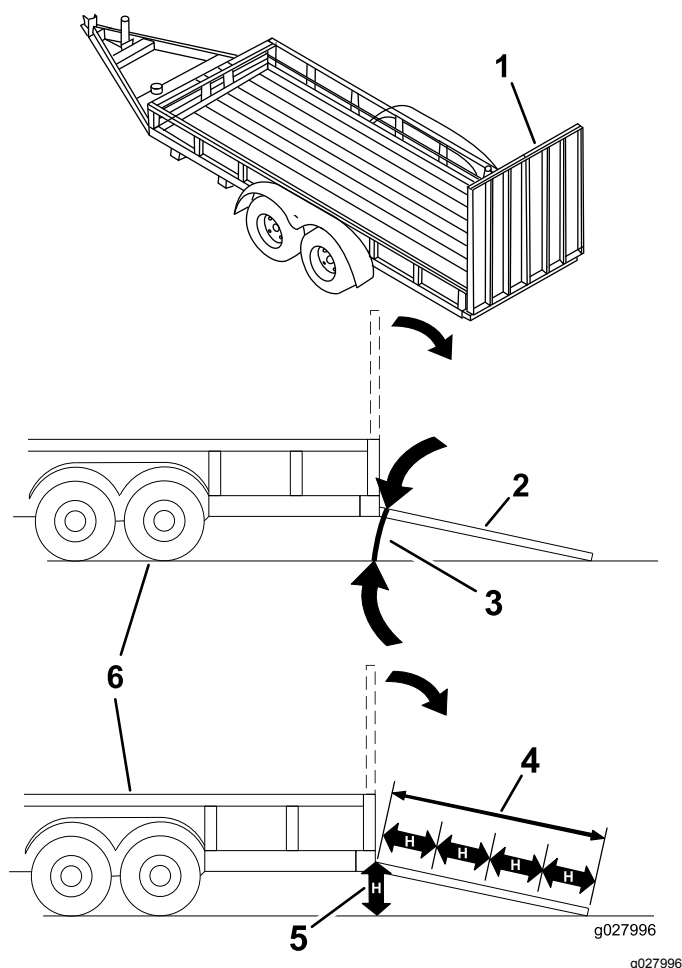

Figure 37
Le chargement de la machine sur une remorque ou un camion augmente le risque de basculement et donc de blessures graves ou mortelles (Figure 37).
3. Abaissez la rampe pour que l'angle avec le sol ne dépasse pas 15 degrés (Figure 37).
1. Abaissez la rampe pour que l'angle avec le sol ne dépasse pas 15 degrés (Figure 37).